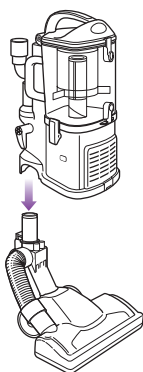

Fig. 8
- 2 Alinee el tubo del cepillo para piso con el tubo de la aspiradora compacta y baje la unidad hasta que las dos piezas se traben en su lugar. (Fig. 8)
- 1 Separe la aspiradora compacta de la boquilla para piso. (Consulte la página 24, Fig. 8.)